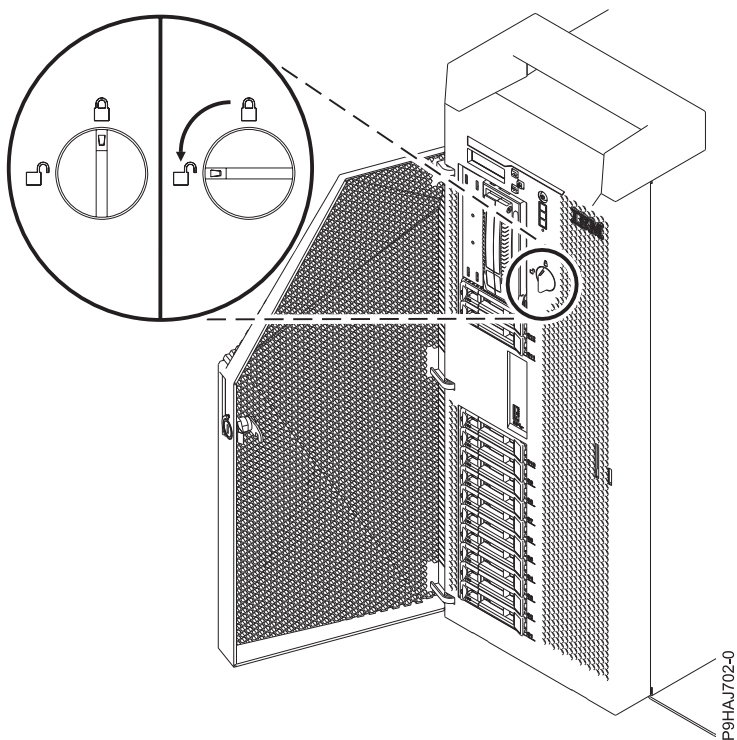

Abbildung 40. Vordere Abdeckungsverriegelung öffnen
3. Drehen Sie die Abdeckungsverriegelung nach links (gegen den Uhrzeigersinn), um die Abdeckung zu entsperren (siehe Abb. 40 auf Seite 66). Vertikal bedeutet, dass die Klappe gesperrt ist; horizontal, dass sie entsperrt ist.